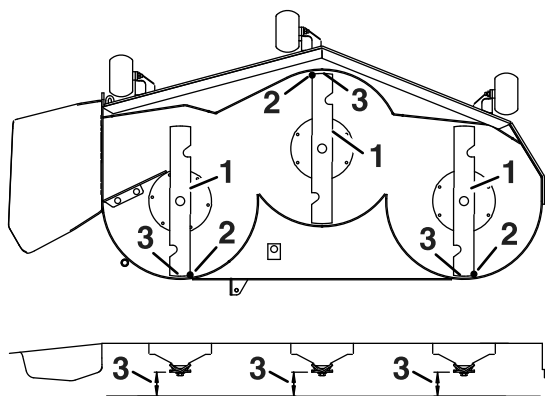

Figura 73
4. Rotii cu atenție lamele astfel încât să fie orientate din față spre spate (Figura 73).
5. Măsurai între vârful lamei din față i suprafaa plană i între vârful lamei din spate i suprafaa plană (Figura 73).